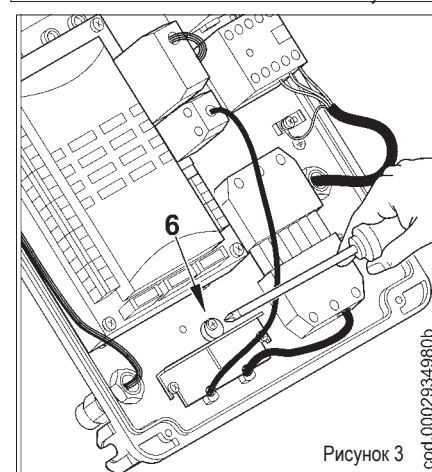

Рисунок 3
- 3) Установите на место пластину крепления кабелей (рисунок 3). Поверните эксцентрик (6) так, чтобы пластина оказывала надлежащее давление на два кабеля, затем затяните винты крепления пластины. В завершение, подсоедините 7-ми и 4-х штырьковый разъемы.